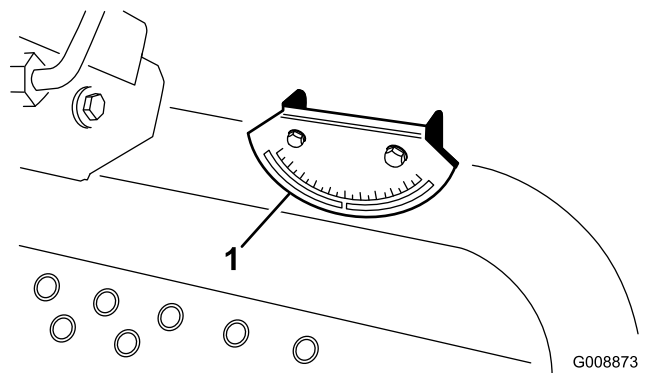

Figure 7
4. Contrôlez l'indicateur d'inclinaison monté sur le tube de direction de la machine (Figure 7).